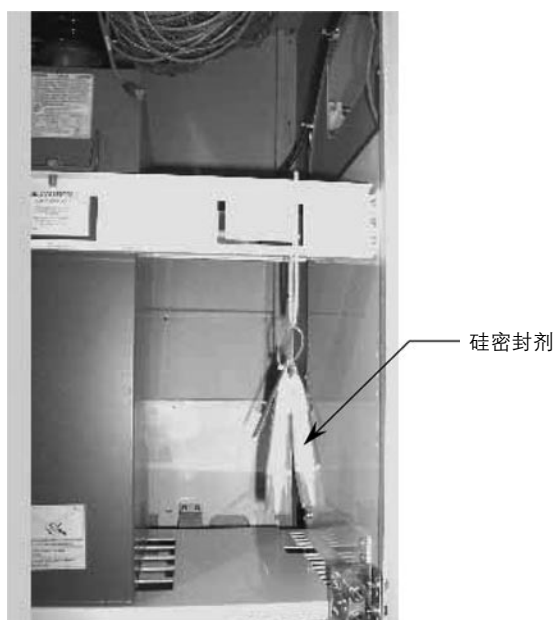

图 2.31 - 电容器柜
- 使用提供的硅树脂(请参阅图 2.31)，将柜子之间的空隙密封起来，以防湿气或灰尘进入。使用 M6 Taptite 自攻螺钉将连接侧板连接到提供的连接孔。